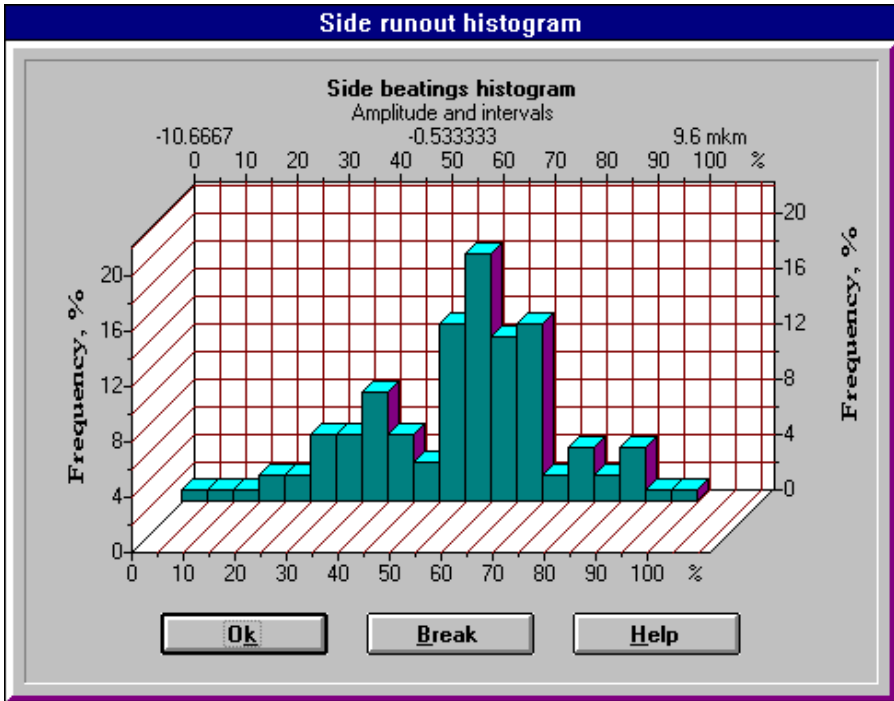

Рисунок 3 – Приклад гістограми бічних биттів радіального кулькового підшипника
2) У вигляді гістограми. Гістограма використовується для того, щоб продемонструвати особливості розподілу значень зсувів. Проміжок між найбільшим і найменшим значеннями переміщень ділиться на двадцять рівних інтервалів, для кожного інтервалу розраховується частка переміщень, що попадають у його границі. На рис. 3 показана гістограма бічних переміщень для радіального кулькового підшипника.